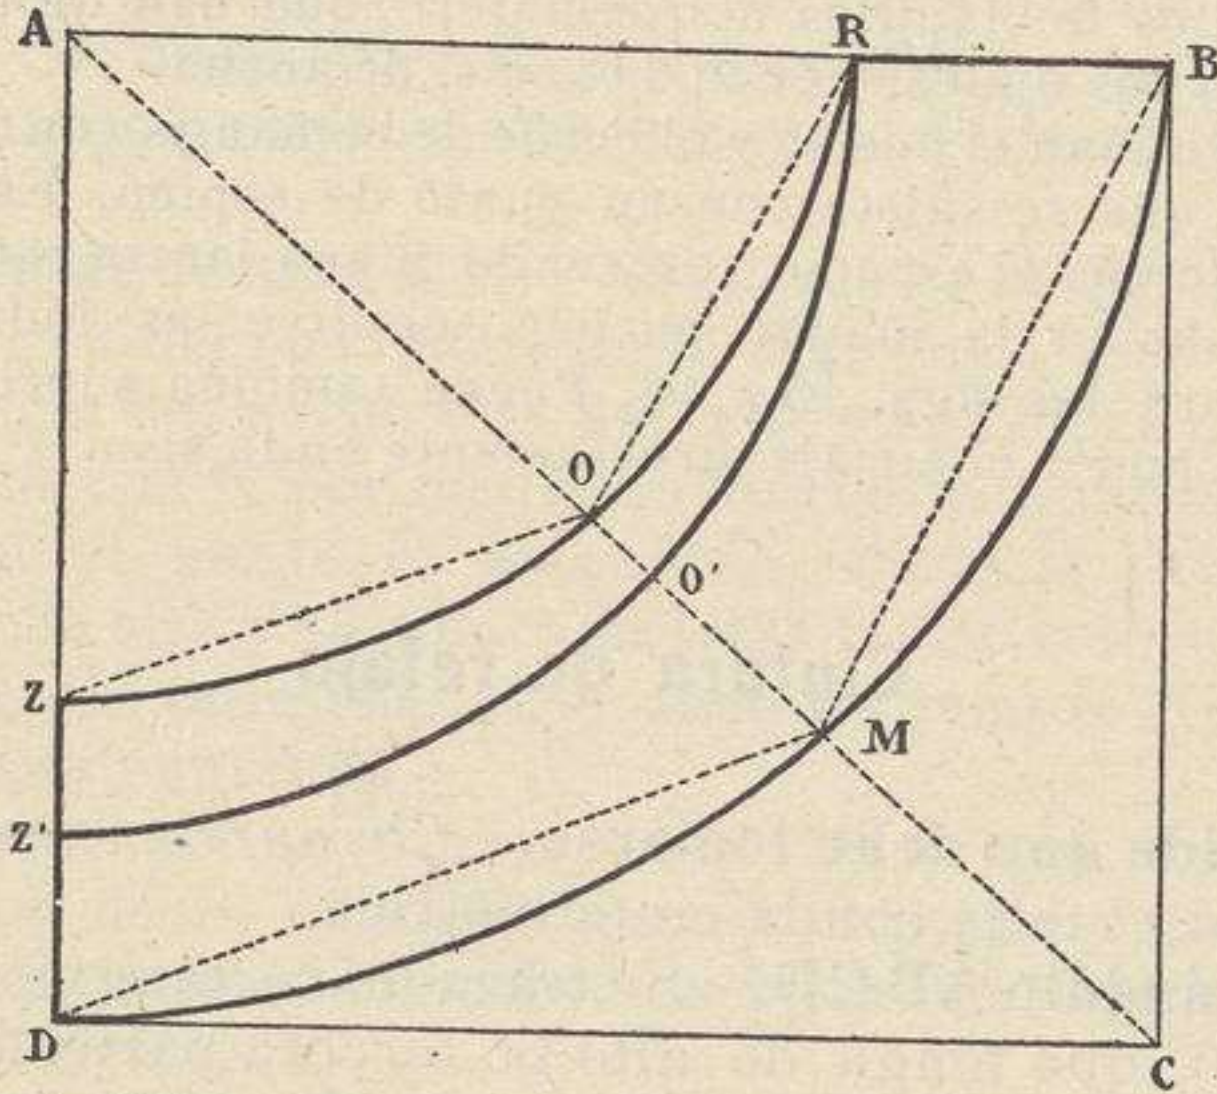

Fig. 110 ( $\frac{1}{5}$  del tamaño real).—Cintura de refajo.
**Rectángulo ABCD.**—Se traza un rectángulo ABCD (fig. 110), que tenga de alto la tercera parte de la circunferencia del talle más un cm. y de ancho la tercera parte de la misma más 4 cms. Se unen los puntos A y C con una oblicua punteada.